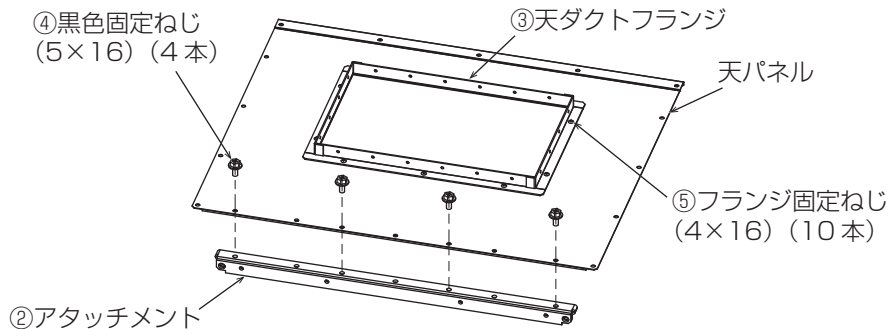

図 3
1. 天パネル開口部に③天ダクトフランジを⑤フランジ固定ねじ (4 × 16) (10 本) で固定する。・・・ 図 3
2. 天パネルに②のアタッチメントを付属の④黒色固定ねじ (5 × 16) (4 本) で取付ける。・・・ 図 3